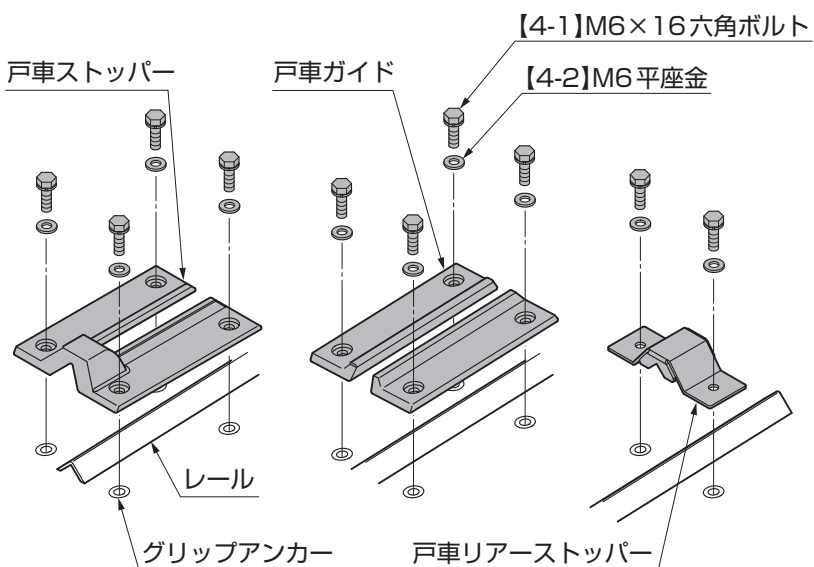

図13-7
- ①戸車ストッパー、戸車ガイド、戸車リアストッパーを[4-1]、[4-2]で固定してください。(図13-7参照)